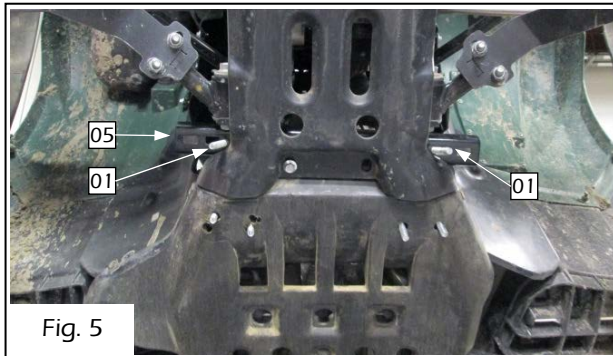

Fig. 5
- 5) Passez la bride de fixation 05 dans le châssis et la stabiliser à l'aide de deux (2) boulons de carrosserie M8-1.25 x 60 mm 01. Passez les deux (2) boulons en « U » 07 dans les trous préalablement percés (consultez la figure 5).
- 5) Pass the flat bar **05** through the frame and secure it using two (2) M8-1.25 x 60 mm carriage bolts **01**. Pass two (2) U-bolts **07** through pre-drilled holes (see Figure 5).